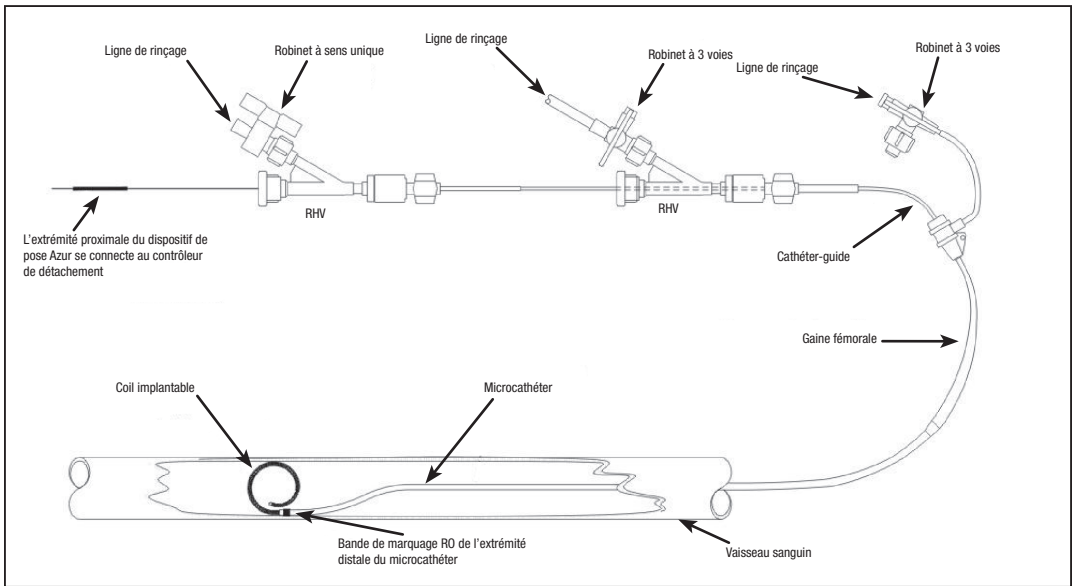

Figure 1 - Schéma de l'installation du système Azur
1. Voir la Figure 1 pour le schéma d'installation.